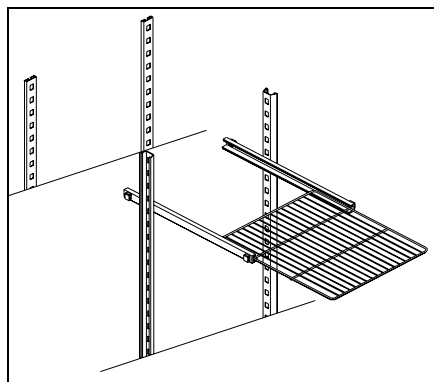

Рис. 2
- Установить решётки внутри холодильной камеры в наиболее удобном для последующего использования положении, введя каждую решетку в просверленные стойки, расположенные в глубине холодильной камеры, и соединяя боковой язычок с соответствующим отверстием по сторонам или на стойках холодильного стола. **(Рис. 2)**